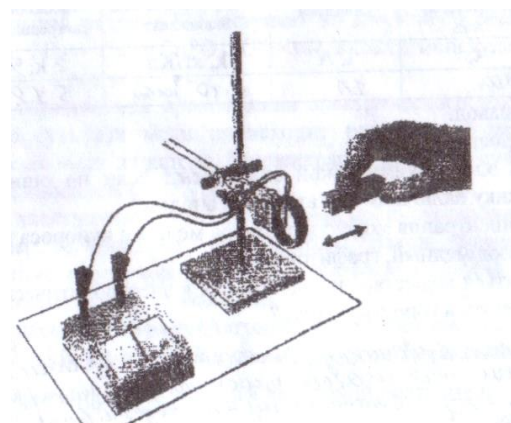

Рис.1. Установка по изучению явления электромагнитной индукции
2. Приближая и удаляя с разной скоростью магнит к катушке, установите по показаниям миллиамперметра, как зависит величина индукционного тока от скорости изменения магнитного поля в месте расположения катушки (рис.1).